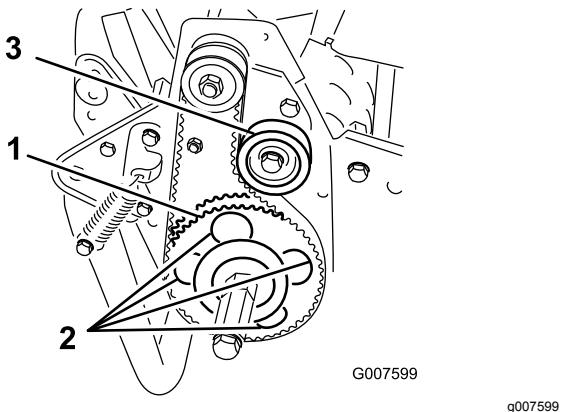

Figura 51
- Rode a polia conduzida até que os furos fiquem alinhados com os 4 parafusos flangeados dos rolamentos do rolo (Figura 51).
- Ajuste a tensão da correia e aperte o parafuso de montagem da polia intermédia (Figura 51).